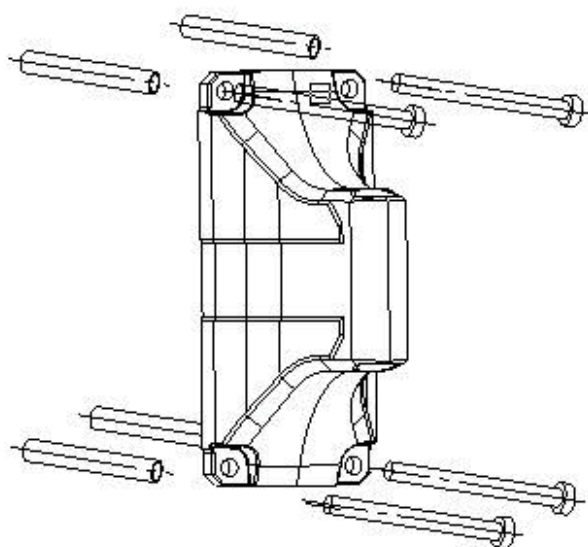

Fig.1
4. Fije el soporte con los cuatro tornillos autorroscantes (Fig.1).